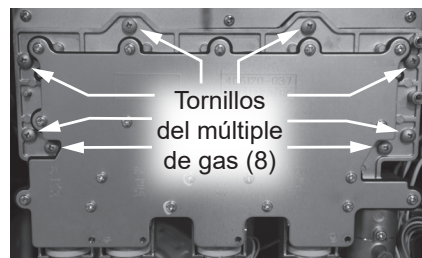

Figura 159 - Retiro del múltiple de gas del antiguo intercambiador de calor principal
- 52** Ubique el múltiple de gas en el intercambiador de calor principal. Retire los ocho tornillos que fijan el múltiple de gas y déjelos a un lado en un lugar seguro para volver a instalarlos. Consulte la Figura 159.